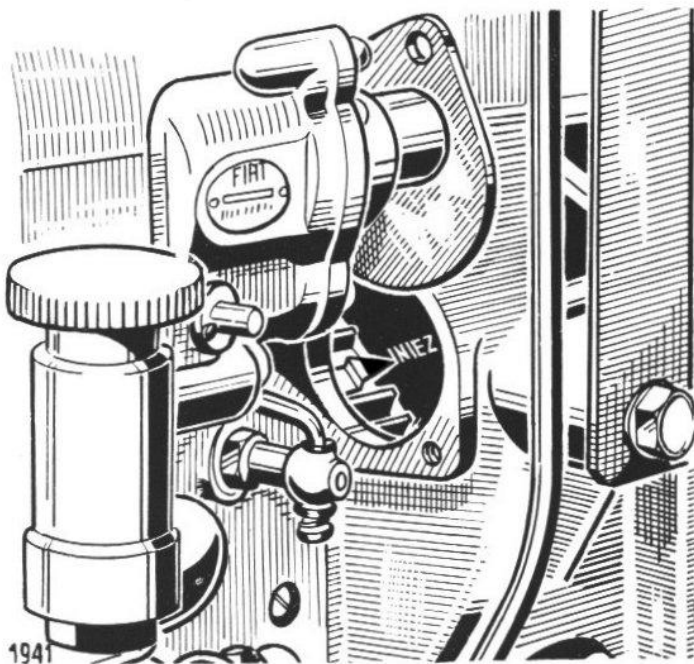

FIG. 29. — Référence sur le volant indiquant l'avance à l'injection (25° avant le P. M. H.)
- Déplacer le vilebrequin jusqu'à ce que le cylindre n° 1 soit en phase de compression 25° avant le point mort haut. Cette avance est indiquée sur le volant par le repère « **INIEZ** » qui devra coïncider avec l'index fixe (fig. 29).
- 9° Dans ces conditions, contrôler si le repère « INIEZ » gravé sur le volant coïncide avec l'index fixe (voir fig. 29).